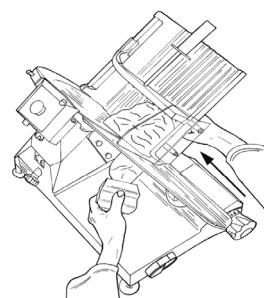

Рис. 2 – Резка мяса
- равномерно передвигайте каретку (лоток для пищи + прижимное устройство для мяса + кронштейн) по направлению к ножу, не прижимая пищу прижимным устройством, т.к. она прижимается к основанию собственным весом. Нож легко порежет пищу, а ломтики пройдут через дефлектор и попадут на лоток (смотри Рис.2);